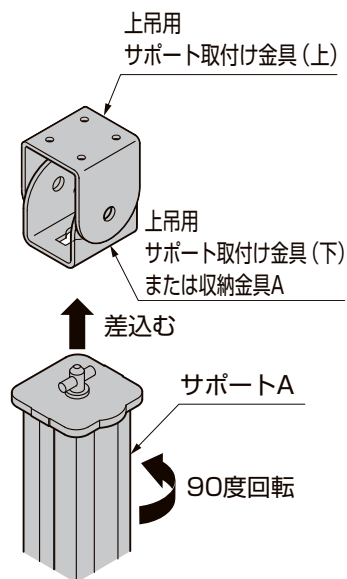

図6-3 マルチスクエアの場合
- ②マルチスクエアの場合はサポート頭部をサポート取付金具(下)または上側の収納金具Aにカギ穴をあわせて差込み、90°回して引掛けてください。(図6-3参照)